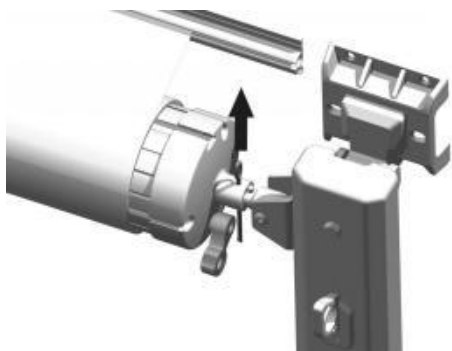

Figura C17
3.7 Rimuovere i perni di sicurezza su entrambi i lati dei cappucci terminali del rullo (Figura C17) per tendere il rotolo di tessuto sotto tensione.